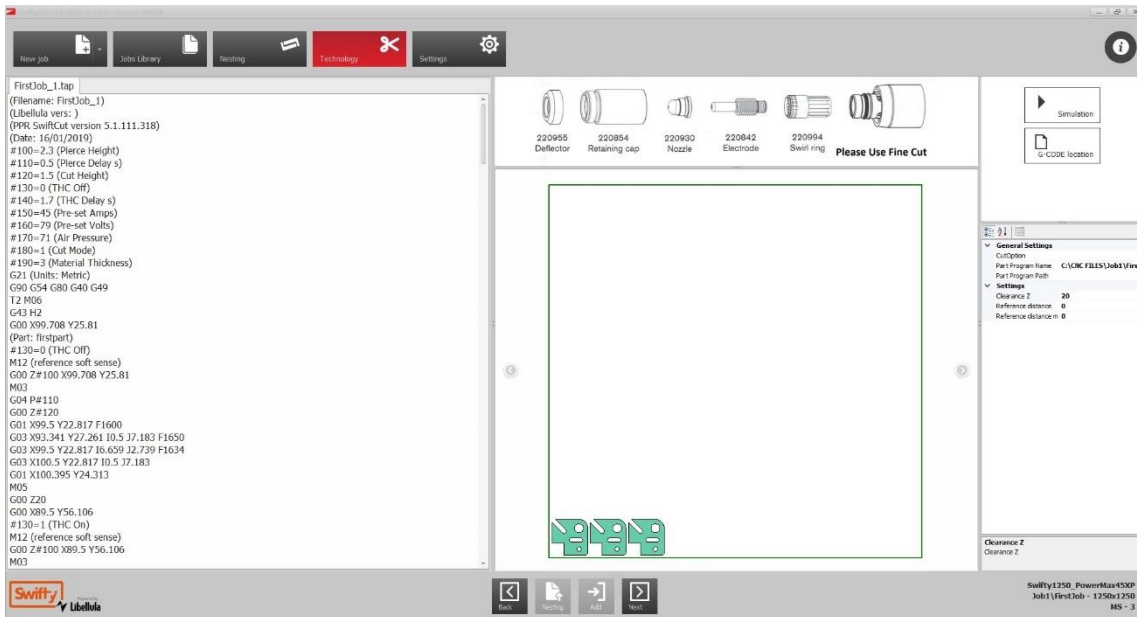

Fig 57 Écran de prévisualisation du G-Code
1. A cette étape, le fichier G-code pour exécuter la machine a été créé et enregistré à l'emplacement par défaut "C:\CNC FILES" dans une structure de dossiers se référant au nom de la tâche spécifié auparavant. L'écran G-Code (Fig 57) affiche un aperçu du fichier G-code.